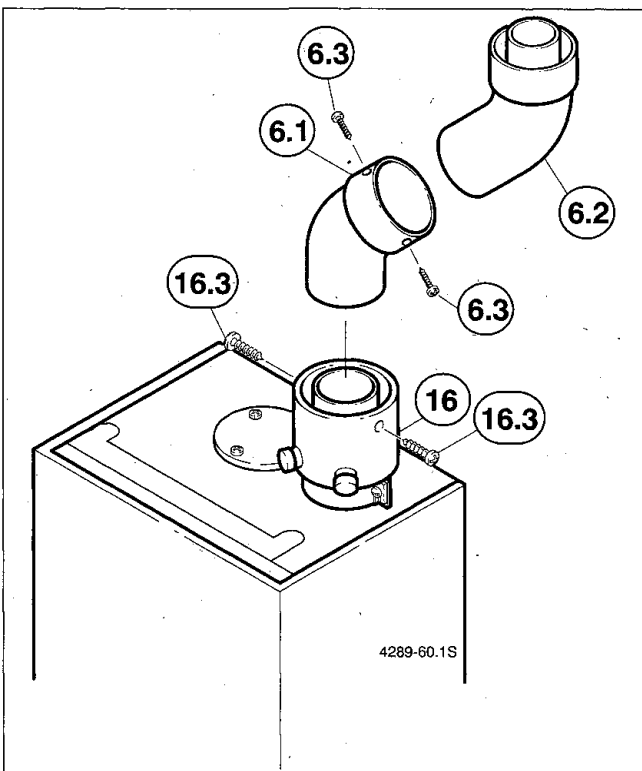

Bild 71
- Versatzbogen (6.1, 6.2) entsprechend Bild 71 einbauen und verschrauben.